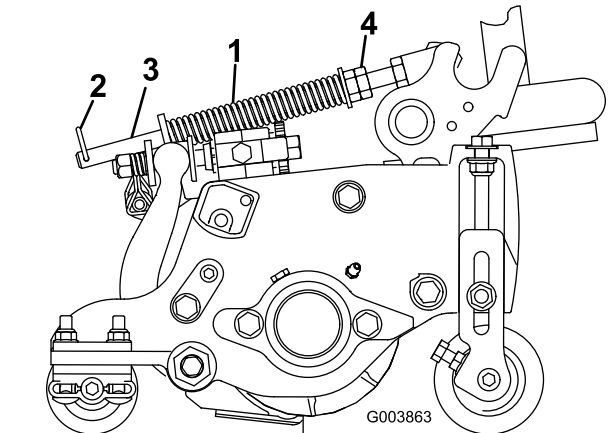

Figura 90
Arcul de compensare pentru gazon transferă greutatea de la rola frontală pe cea posterioară (Figura 90). Acest lucru ajută la reducerea valurilor create la nivelul gazonului, fenomen cunoscut drept ondulare sau oscilare.
1. Asigurați-vă că tiftul în formă de agrafă este montat în orificiul posterior al tijei arcului (Figura 90).
2. Strângeți piulițele hexagonale de la capătul din față al tijei arcului până când lungimea comprimată a arcului este de 15,9 cm pentru unitățile de tăiere de 7" (Figura 90).